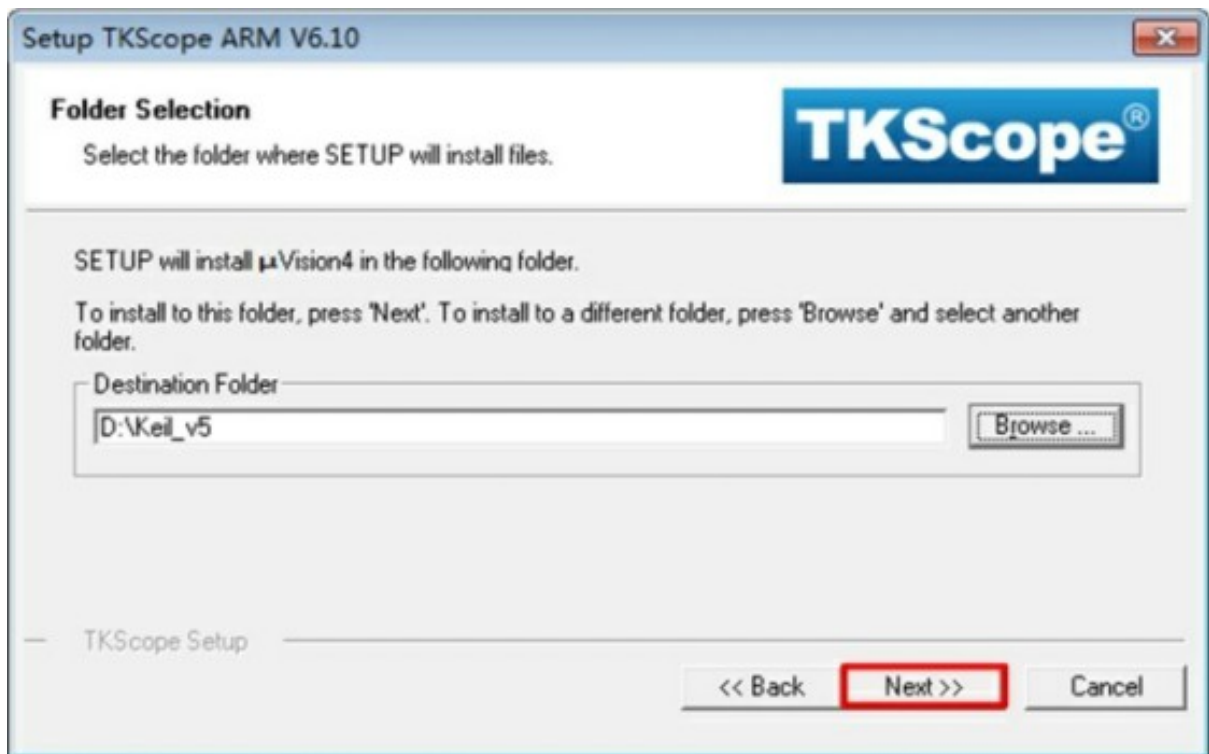

图 38: 确定 TKScope 的安装目录
(4) 选择 TKScope 的安装目录为 Keil 的安装目录后，然后点击 **【Next】**，如图 38 所示。